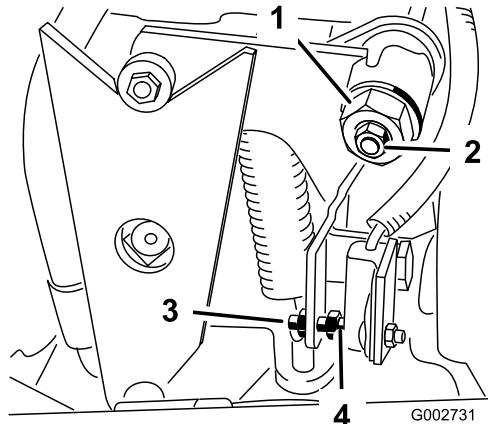

図 21
- トラクション調整カムのロックナットをゆるめる（図 21）。
- エンジンを始動し、カム（図 21）を左右に回してニュートラル位置の中心に合わせる。
3. ネジを回して、すき間を 1.5 ± 0.8 mm に調整する(図 21)。